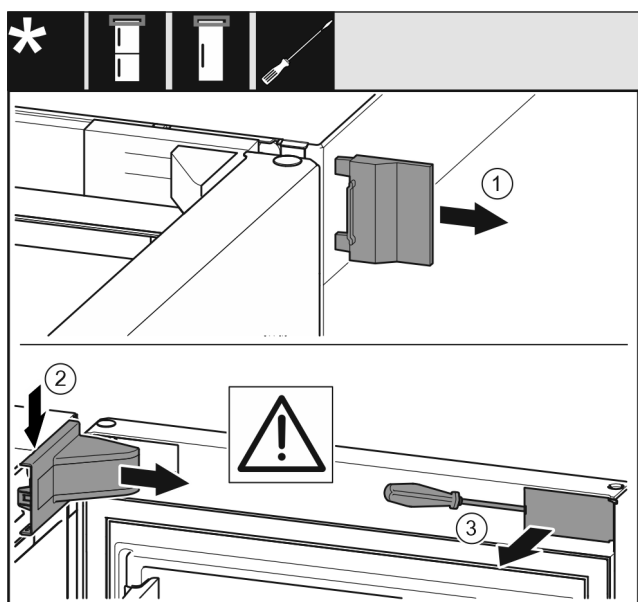

Fig. 6
- Retirer le cache extérieur. *Fig. 6 (1)*
- Détacher et libérer le cache du support de palier. Retirer le cache du support de palier. *Fig. 6 (2)*
- Dégager le cache avec le tournevis et l'incliner sur le côté. *Fig. 6 (3)*